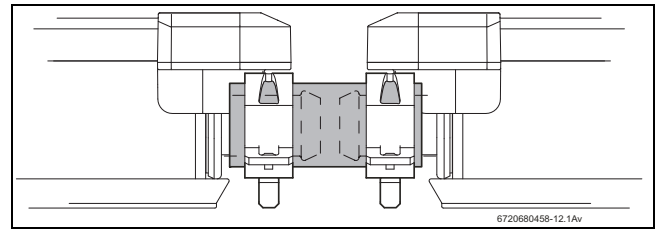

Fig. 63 Tubo solar con abrazaderas montadas
- ▶ Asegure los tubos solares y los tapones de obturación a la conexión del colector con una abrazadera (fig. 63).